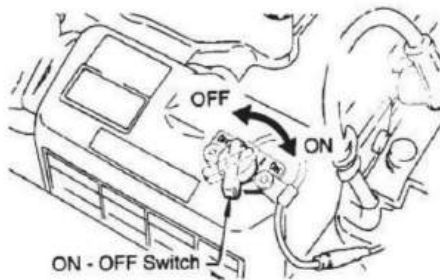

Abb. 6
2. Stellen Sie den Motor-Ein-/Ausschalter (Abb. 6) auf die Position „Ein“ (Start).
Schalter in die Position „STOP“ (Abbildung 6) stellen, bis der Motor vollständig